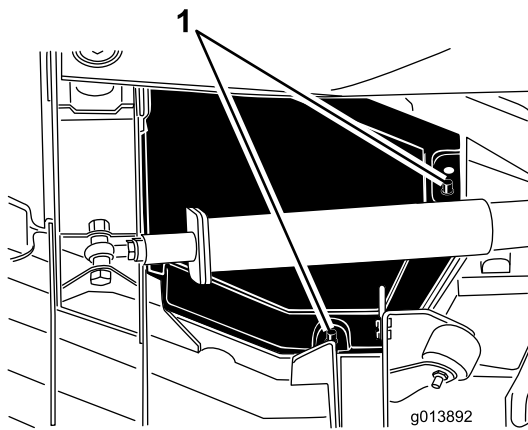

Bild 45
4. Heben Sie die hinteren und inneren Abdeckungskanten von den Befestigungspfosten (Bild 45).